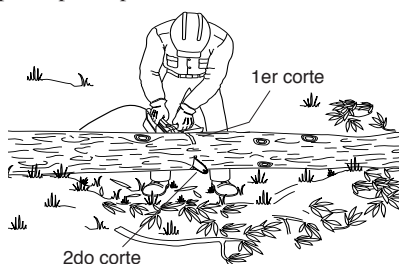

Figura 16 - Trozado del tronco apoyado sobre ambos extremos
- Haga el primer corte del lado superior del tronco (vea la Figura 16). Atraviese 1/3 del diámetro del tronco. Este corte impedirá la producción de astillas en esta sección al completarse el corte.